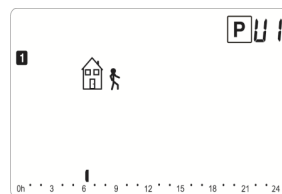

Fig. 23
- 7) premere (OK) per confermare e passare allo step successivo; di default sul display comparirà il simbolo “esco di casa” , come si vede in Fig.23;